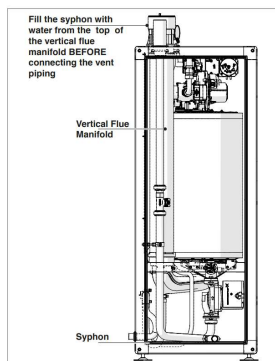

Fig.3 FILLING SYPHON
1. Fill Condensate Syphon (Fig.3).